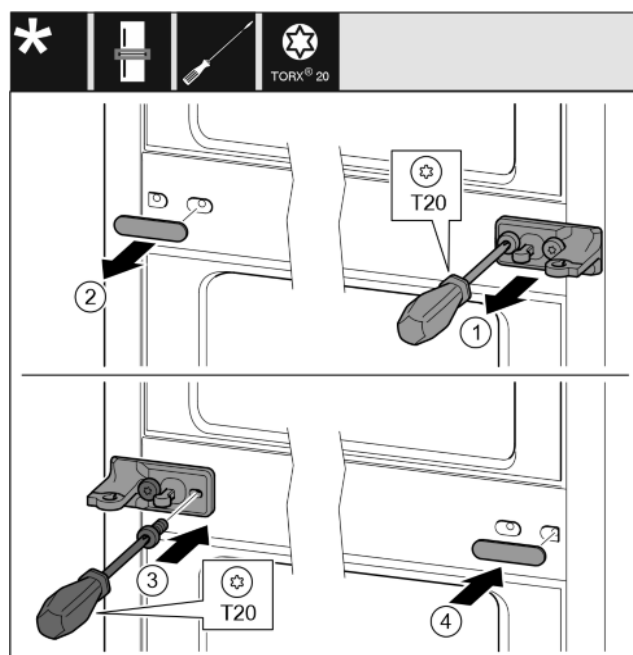

Fig. 26
- Enlever la rondelle. Fig. 26 (1)
- Desserrer les vis avec le tournevis T20. Fig. 26 (2)
- Enlever délicatement le cache. Fig. 26 (3)
- Visser fermement le support de palier avec film tourné de 180° de l'autre côté. Fig. 26 (4)
- Poser le cache tourné de 180° de l'autre côté. Fig. 26 (5)
- Enfiler la rondelle par devant. Fig. 26 (6)